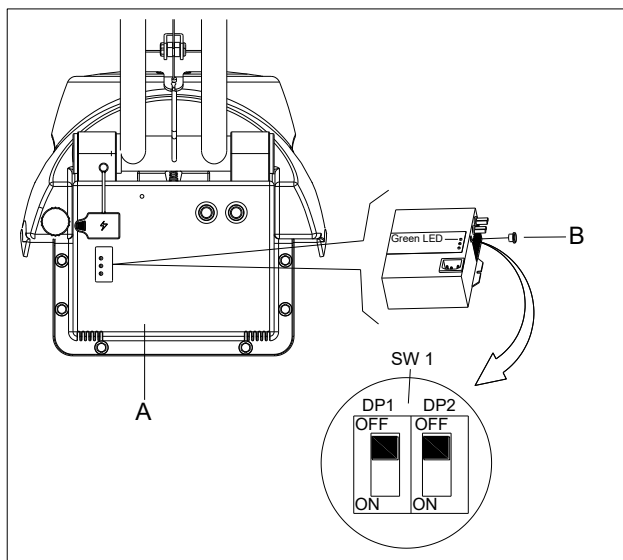

Figure 4.1
1. Mettez la machine hors tension et démontez le couvercle (A comme à la Figure 4.1) de la machine, puis retirez le capuchon noir rond situé à l'avant du chargeur (B comme à la Figure 4.1). Vous trouverez les 1 jeux de commutateurs DIP (SW1) dans le chargeur.